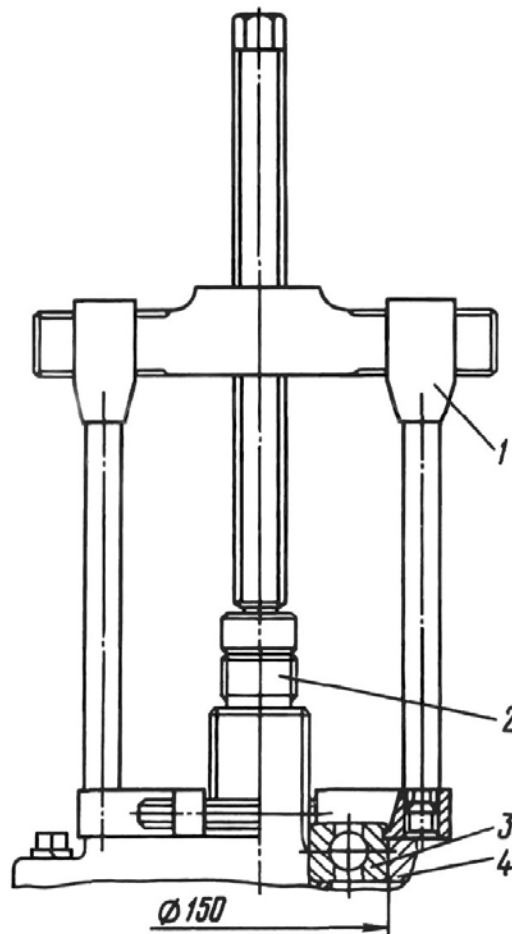

Рис.14. Съёмник для снятия подшипников и шестерен раздаточной коробки:
11. Снимите стопорные кольца 39 подшипника привода переднего моста, заднего подшипника первичного вала, заднего подшипника промежуточного вала, подшипника привода среднего моста и с помощью универсального съёмника (рис.14) выпрессуйте вышеперечисленные подшипники.